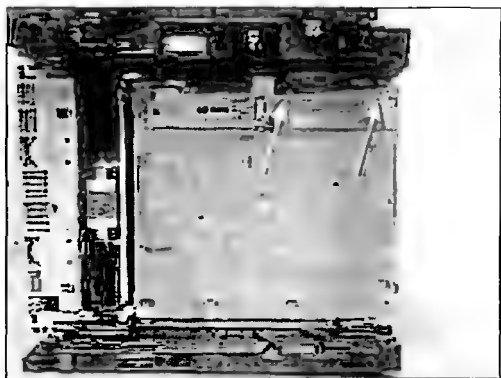

Рис. 8.34
- Откручивают два винта крепления планки с прижимным роликом (рис. 8.34) и сдвигают ее вправо.